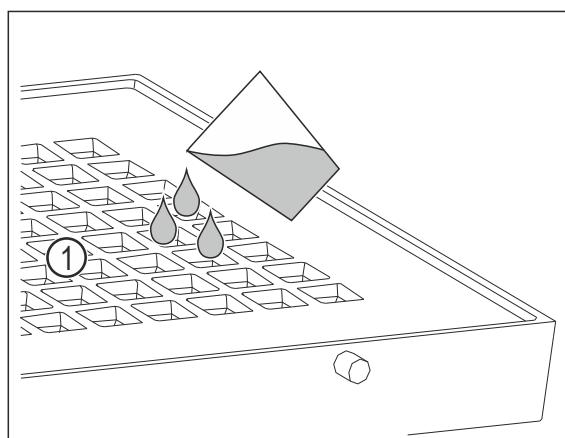

Fig. 96
- Залейте не более 400 мл воды через отверстия Fig. 96 (1) в крышке.